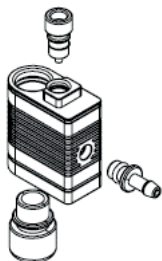

Рис. 7
➔ Разберите систему подачи молока (4) на отдельные части (Рис. 7).